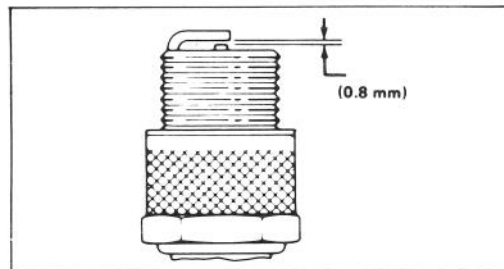

Bild 13
3. Luftspalt auf 0,8 mm einstellen (Bild 13). Die auf korrekten Abstand eingestellte Zündkerze mit einer Dichtungsscheibe anbringen und mit 20 Nm anziehen.